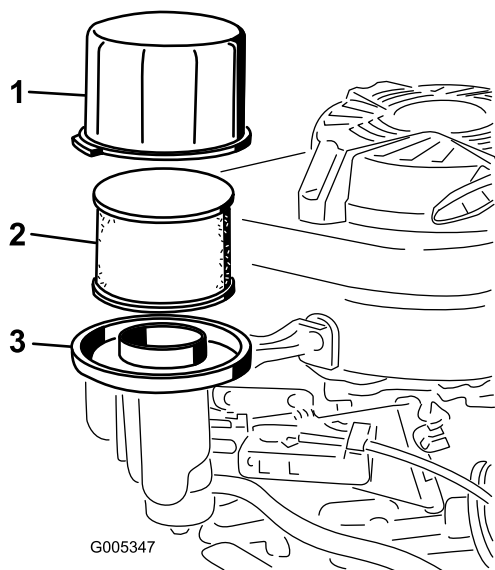

Figura 23
3. Retire cobertura e limpe-a cuidadosamente (Figura 23).
4. Retire o pré-filtro de esponja e o filtro de papel da base do filtro (Figura 23).